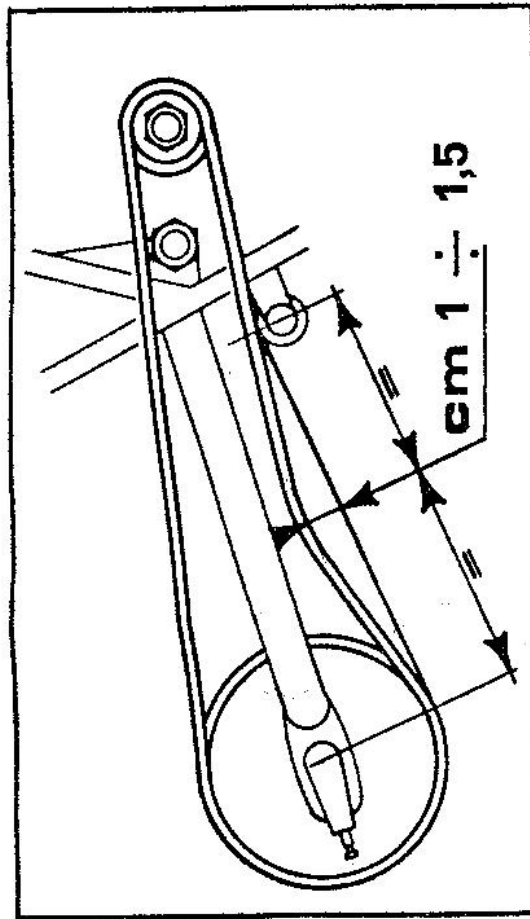

Fig. 5
N.B.: E' assolutamente necessario provvedere alla registrazione di cui sopra, curando che la quota in fig. 5 non ecceda quella indicata, poiché quando la sospensione è in condizioni di lavoro, moto appoggiata sulle ruote, per la particolare geometria della stessa, la catena tende ad allentarsi.